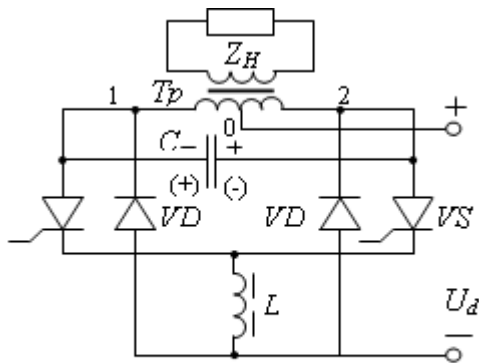

Рис. 1
3. Інвертори напруги з одноступеневою міжвентильною комутацією. Мостовий інвертор на ідеальних елементах (рис.1).